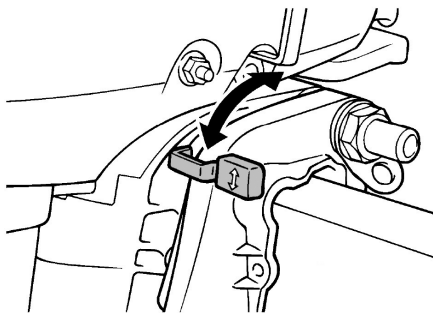
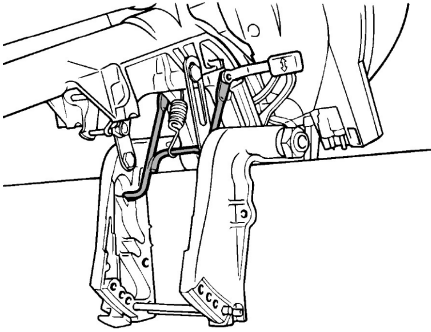
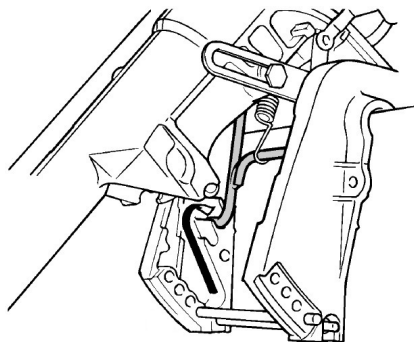

Рис. 36 Рычаг фиксации наклона
Рис. 37 Упор для поддержания мотора в наклонённом положении
Рис. 40 Положения упора для эксплуатации на мелководье
2. Наклоните мотор. Для этого: переведите рычаг наклона мотора в верхнее положение (Рис. 36), возьмитесь за рукоятку в задней части кожуха двигателя, наклоните мотор в самое верхнее положение и опустите его на упор (Рис. 37).
1. Переведите рычаг наклона мотора в нижнее положение (Рис. 36).
Переведите рычаг наклона мотора в верхнее положение (Рис. 36), возьмитесь за рукоятку в задней части кожуха двигателя и наклоните лодочный мотор до положения более высокого наклона (Рис. 40). При этом подпружиненный упор для поддержания мотора в наклоненном положении автоматически войдет в зацепление и зафиксирует мотор в нужном положении.